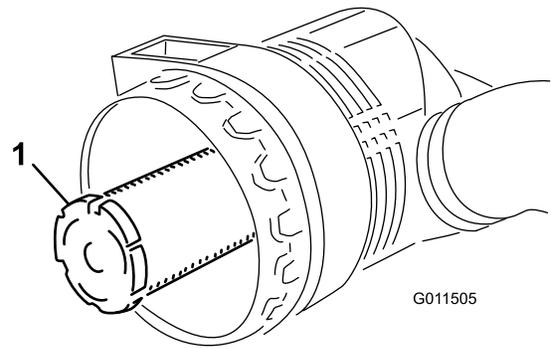

Figura 57
**Importante:** Non cercate mai di pulire il filtro di sicurezza (Figura 57). Sostituitelo ogni 3 interventi di manutenzione sul filtro primario.